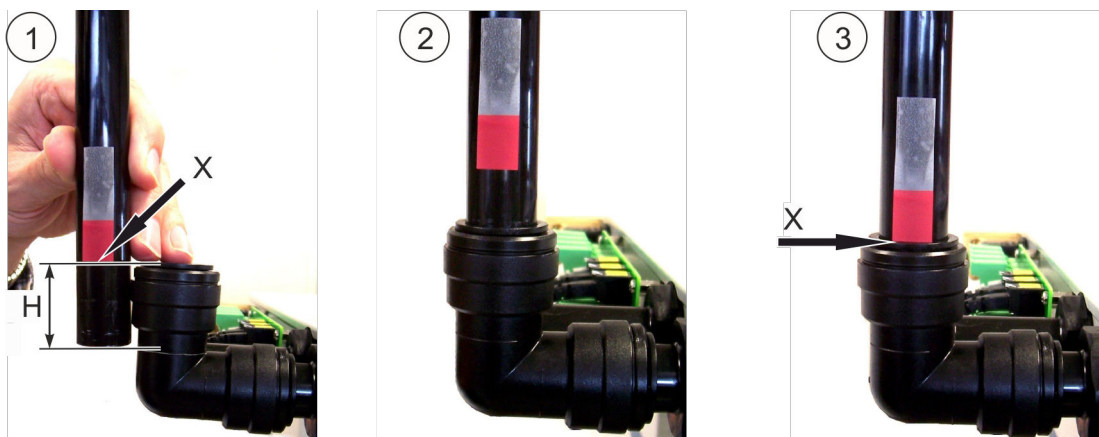

Fig. 28: Montaje
1. ➤ [Fig. 28/1]: Marcar la profundidad de inserción (Fig. 28/H) del tubo (Fig. 28/X). Utilizar la línea auxiliar del codo del tubo. Profundidad de inserción (H) aprox. 33 mm.
2. ➤ [Fig. 28/2]: Introducir el tubo suelto.
3. ➤ [Fig. 28/3]: Presionar el tubo con fuerza, hasta que se note y oiga como llega al tope y hasta la marca (Fig. 28/X).